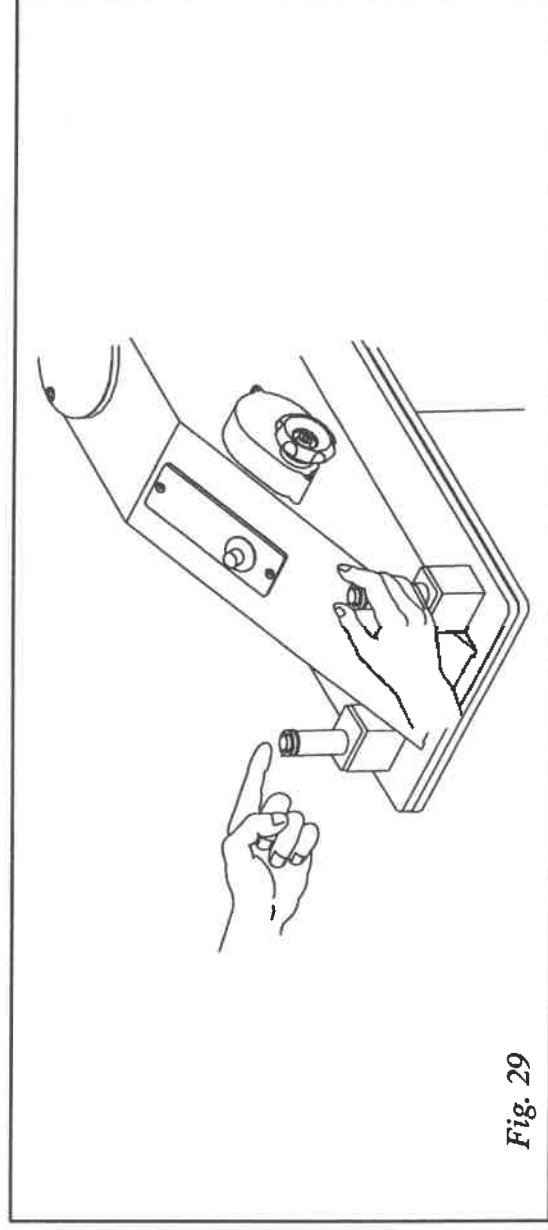

Fig. 29
- après avoir réglé la puissance de découpe par le potentiomètre et la course par la manivelle (on conseille une course de 7/8 mm environ), appuyer sur les boutons-poussoirs **simultanément** (Fig. 29).